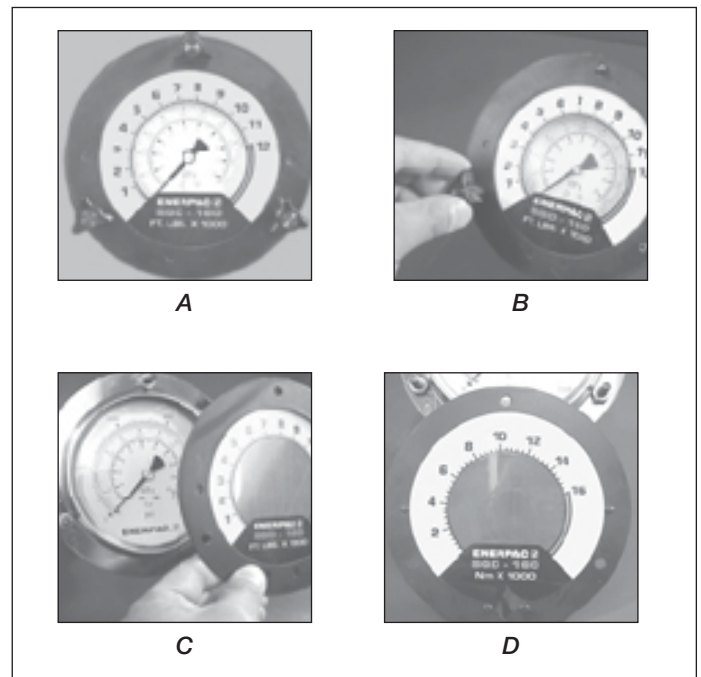

図8 オーバーレイの取り付け
ポンプには、圧力計が付属されています。また、トルク値表示オーバーレイも各ポンプに付属しています。トルクオーバーレイを圧力計の目盛面にかぶせるだけで、圧力読み取りとトルク読み取りを簡単に切り替えることができます(図8のA参照)。オーバーレイの一方の面はヤードポンド単位 (Ft.-lbs)、片方の面はメートル単位 (Nm) を表示するようになっています。オーバーレイカバーを裏返して、目盛の単位を変更できます。
1. 圧力計の正面フランジを所定の位置に保持している3つの黒いウイングノブを外します(図8のB参照)。
2. 正面フランジとオーバーレイを取り外します(図8のC参照)。
3. 新しいオーバーレイをフランジにかぶせます(ご使用のEnerpacトルクレンチに適したオーバーレイが必ず確認してください)。オーバーレイをフランジの裏にあるくぼみに合わせます(図8のD参照)。
4. オーバーレイとフランジを重ねて持ちながら(図8のC参照)、フランジをノブスタッドに入れます。必要に応じて、オーバーレイの位置を調整して、ノブを指で締めます(図8のB参照)。フランジとオーバーレイが圧力計に押し付けられ、定位置に固定されます。トルク設定に必要な圧力値については、トルクレンチの説明書を参照してください。最大圧力値はレンチやアクセサリの種類によって異なりますので、ご注意ください。